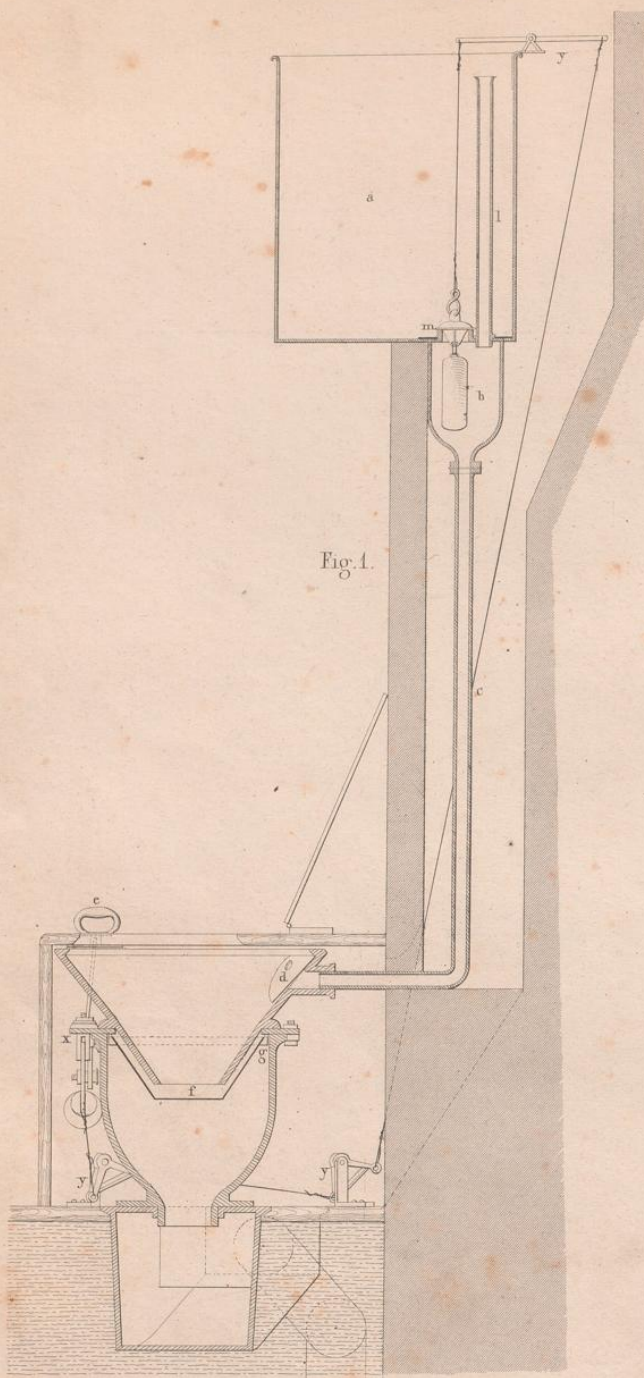
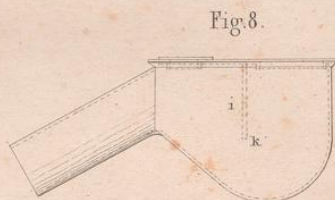

Fig. 1.
Fig. 8.
**Fig. 1** und **2**. *a*, kupferner Wasserbehälter; *b*, Ventil, es ist an erstern gelöthet; *c*, Bleirohr zum Durchgang des Wassers in den Leibstuhl. Durch das Blech *d*, das an die Schüssel geschraubt ist, wird das Wasser getheilt, durch die Wasserströmung wird die Schüssel rings ausgewaschen; wird bei *e* aufgezogen, so öffnet sich mittelst des Hebelganges *y y*, die mit Kupferdraht verbunden sind, das Ventil des aus verzinnem Blech verfertigten Beckens *f*, hat bei *g* einen messingenen Cylinder, der mit dem Hebel bei *x* fest verbunden und in den mit dem Closetbecken angebrachten Pfannen beweglich ist, wodurch das Becken in die Lage *h* in **2** zurückgeworfen wird, folglich sich entleert. Das Wasser strömt fortwährend zu, und hindert jeden aufsteigenden Zug von der Versenkgrube herauf. Dieser wird insbesondere dadurch begegnet, dass im Closetkasten noch ein Senkkasten befindlich ist, siehe **Fig. 8**, die Wand desselben, welche bis *h* reicht, somit alle Flüssigkeit nach unten ablässt.
Der Wasserbehälter soll wenigstens 8 Cubikfuss Wasser fassen und steht 8 bis 10 Fuss über dem Closet. Das kupferne Rohr *l* **Fig. 1** im Wasserbehälter ist  $1\frac{1}{2}$  Zoll niedriger als der Rand des Reservoirs, damit das Wasser nicht überlaufe, sondern durchs Closet abgeht. Das Rohr ist mit einem feinen Gewinde an den  $\frac{1}{2}$  Zoll dicken messingenen Deckel des Ventils angeschraubt, so dass zwischen dem Deckel und Ventilrand Platz zur Belederung bleibt. Das Ventil wird am Rande *m* durch ein Bleigewicht von 5 bis 6 Pfund niedergehalten, auch hier wird rings durch Belederung der Ränder am Deckel gegen andringendes Wasser vorgesorgt. Ein pyramidales an den Deckel gegossenes Kreuz, in dem auch das Gewicht mittelst Kupferdraht aufgehängt ist, bringt den Deckel stets in seine Lage zurück. An den Ventilkasten wird ein Bleirohr angeschraubt, das wieder eine Belederung erhält, bei der Ausmündung des Bleirohrs in die Leibschiessel wird die Verbindung beider durch eine Bandage von Segeltuch, dann einen Kitt aus Leinölfirnis, Bleiweiss und Mennig und durch eine feste Umwindung mit Bindfaden gesichert, welchen Verband die Erfahrung gut heisst. Gleicher Kitt dient zur Befestigung der Leibschiessel auf dem eisernen Closetbecken, doch wird ein lockeres Hanfgeflecht zwischen gelegt, weil sonst der Kitt so fest wird, dass das Porzellanbecken bei der Ausdehnung oder Zusammenziehung des Gusseisens, woraus der Closettopf besteht, zerbrochen werden würde. Der gusseiserne Deckel am Topf ist mit messingenen Schrauben befestigt. Die Figuren verständigen im übrigen die Stellung des Topfes zum Senkkasten, letzterer ist in den Fussboden eingelassen, so dass der Deckel des Kastens mit dem Fussboden eben liegt; er wird so gewendet, dass die Ausgussröhre in den Ecken des Gemaches liegt, wie in der **Fig. 3** und **4**. den Grundlagen (in halber Grösse der **Fig. 1** und **2**) hervorgeht. Die Verbindung der Cloakröhre aus Blei, von beiläufig 4 Zoll Durchmesser, ist gleichfalls durch Segeltuch, Kitt, welche wie Pflaster auf das Tuch gestrichen wird und durch Bindfaden bewerkstelligt. Mit dem Fussboden wird der Topf durch einen Rand (Flügel) festgeschraubt. Das Sitzbrett liegt  $\frac{1}{4}$  Zoll über dem obern Rand der Porzellanschüssel, damit diese durch das Biegen des Brettes nicht zurückgedrückt wird.